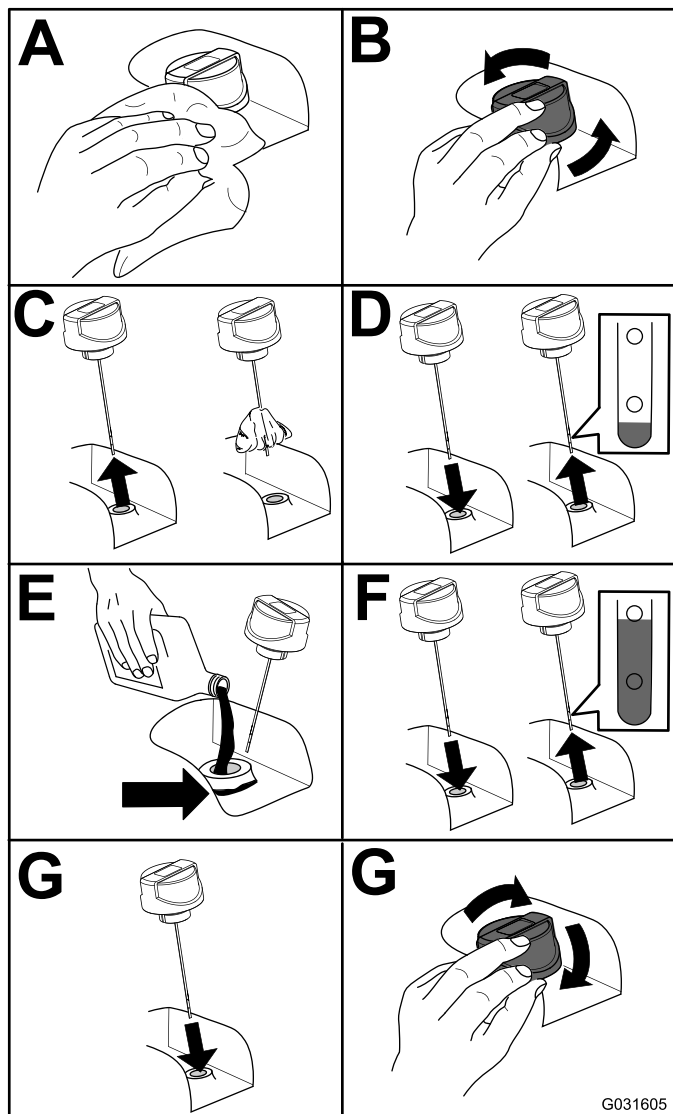

Figura 67
2. Controllate il livello del fluido idraulico (Figura 67).
5. Riempite il serbatoio di fluido idraulico (Figura 67).